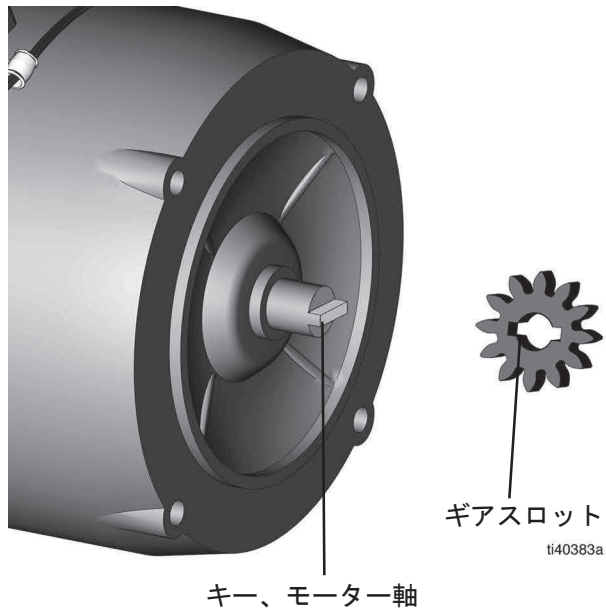

図 5
1. ポンプ ハウジング アセンブリをモーターに取り付けます。モーター軸のキーは、内カバーのギアの溝と一致している必要があります (図 5)。